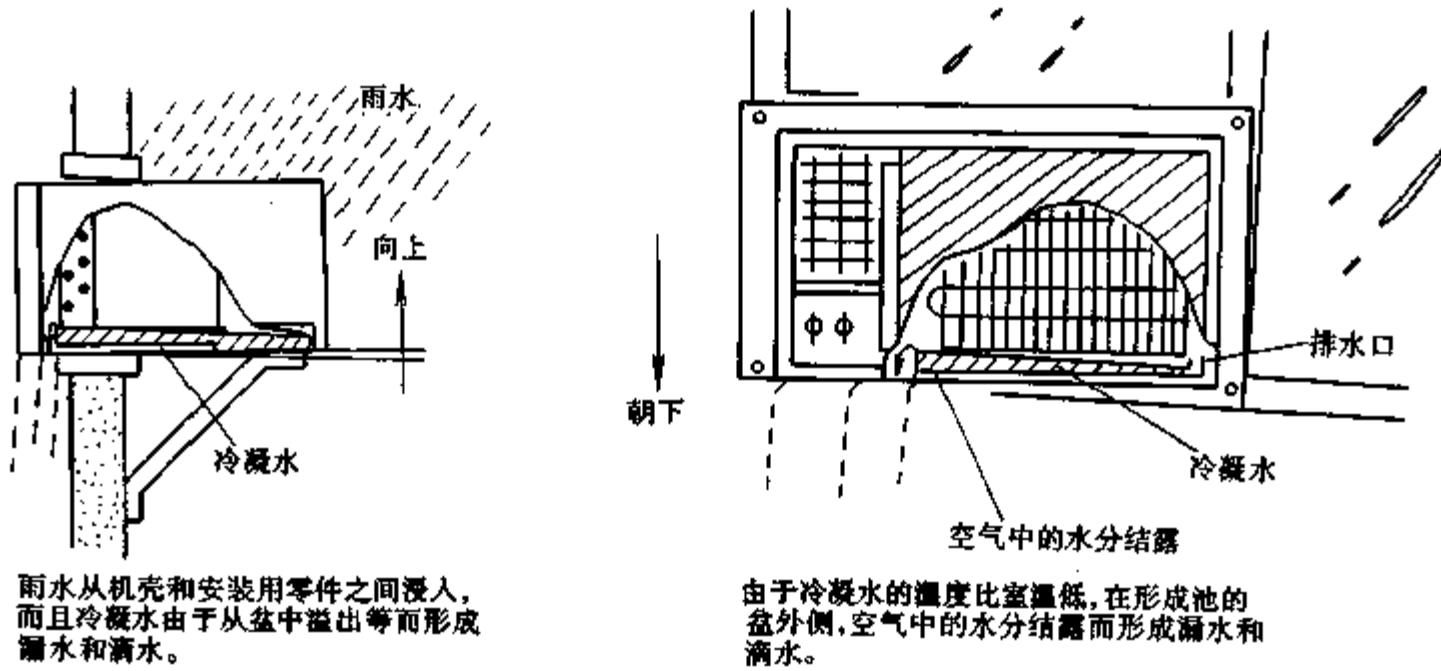
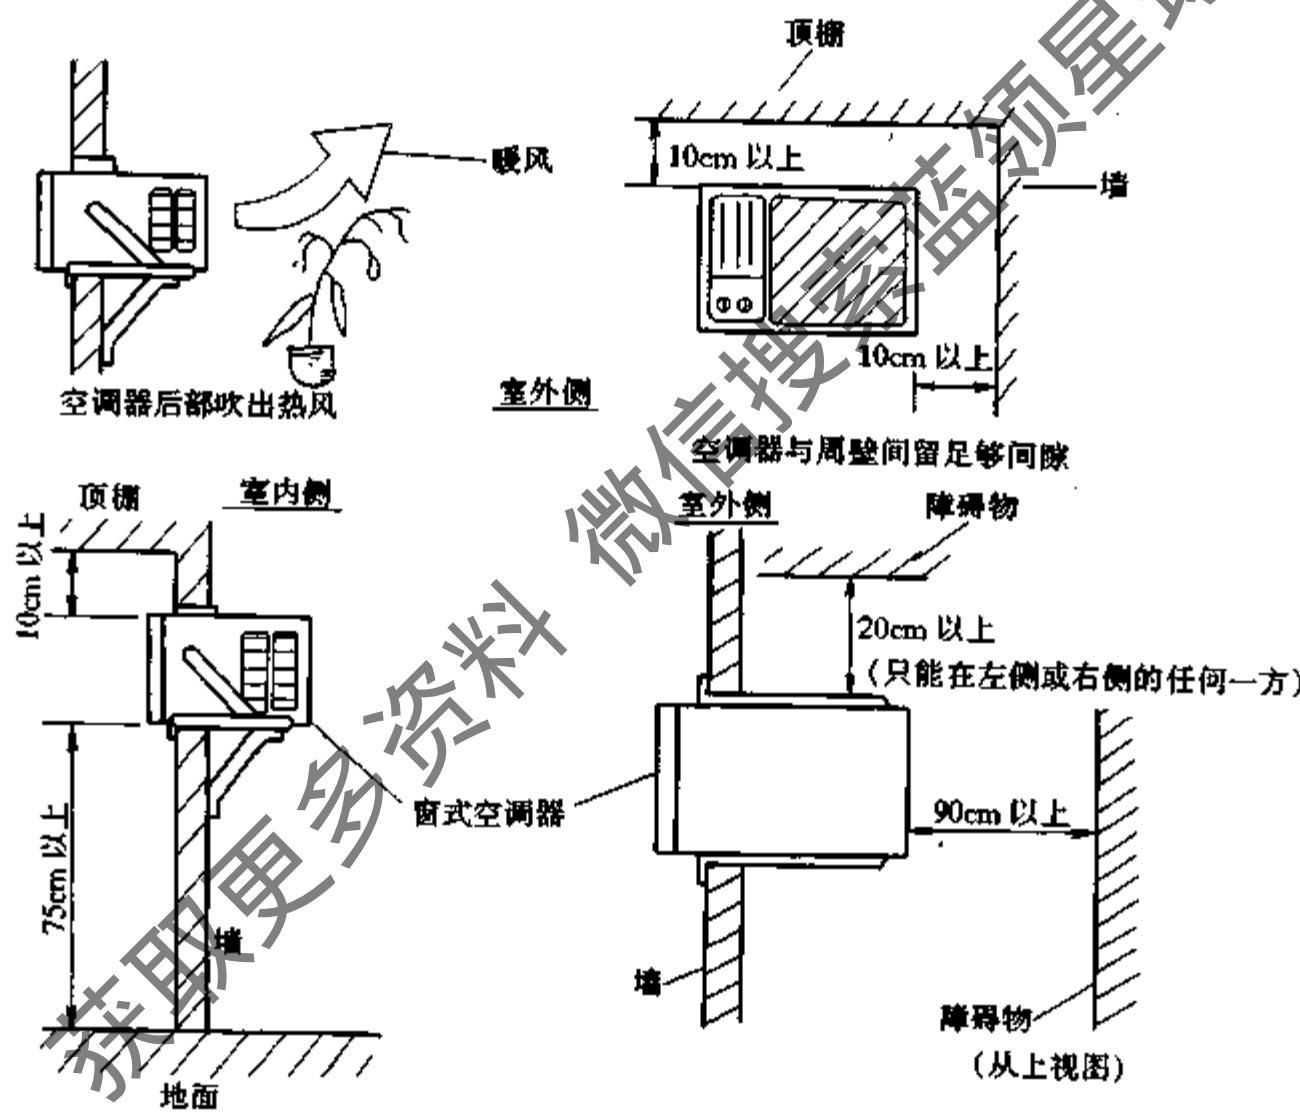

图 7-2 空调器产生漏水和滴水
图 7-3 窗式空调器安装位置图
(2) 应确认冷凝水的排水方向再进行安装:为了便于处理冷凝水,应使窗式空调器后部朝下(0.5~1cm)、左右呈水平地进行安装。否则易产生空调器漏水和滴水,如图 7-2 所示。
(3) 窗式空调器后部(室外侧)吹出的风与噪音应不影响近邻的场所。从窗式空调器后面吹出的风暖和,如直接对着动植物,会引起伤害。并且对着人体吹,人体也不舒适。
(4) 考虑到窗式空调器安装后的保养,应使主体左或右侧面及上面和墙间的空隙确保 10cm 以上。如图 7-3。并尽可能安装在中央,以利于冷气均匀循环,获得舒适的冷房效果。